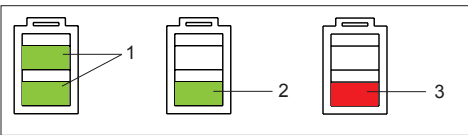

Fig. 10
- Ladezustand des Akkus an der LED-Anzeige (Fig. 10) überprüfen:
- Read off battery charge on LED indicator (Fig. 10):
- Lire l'état de charge de l'affichage DEL (Fig. 10):
- 1 = force de tension minimale env. 400/150 N* (PP)